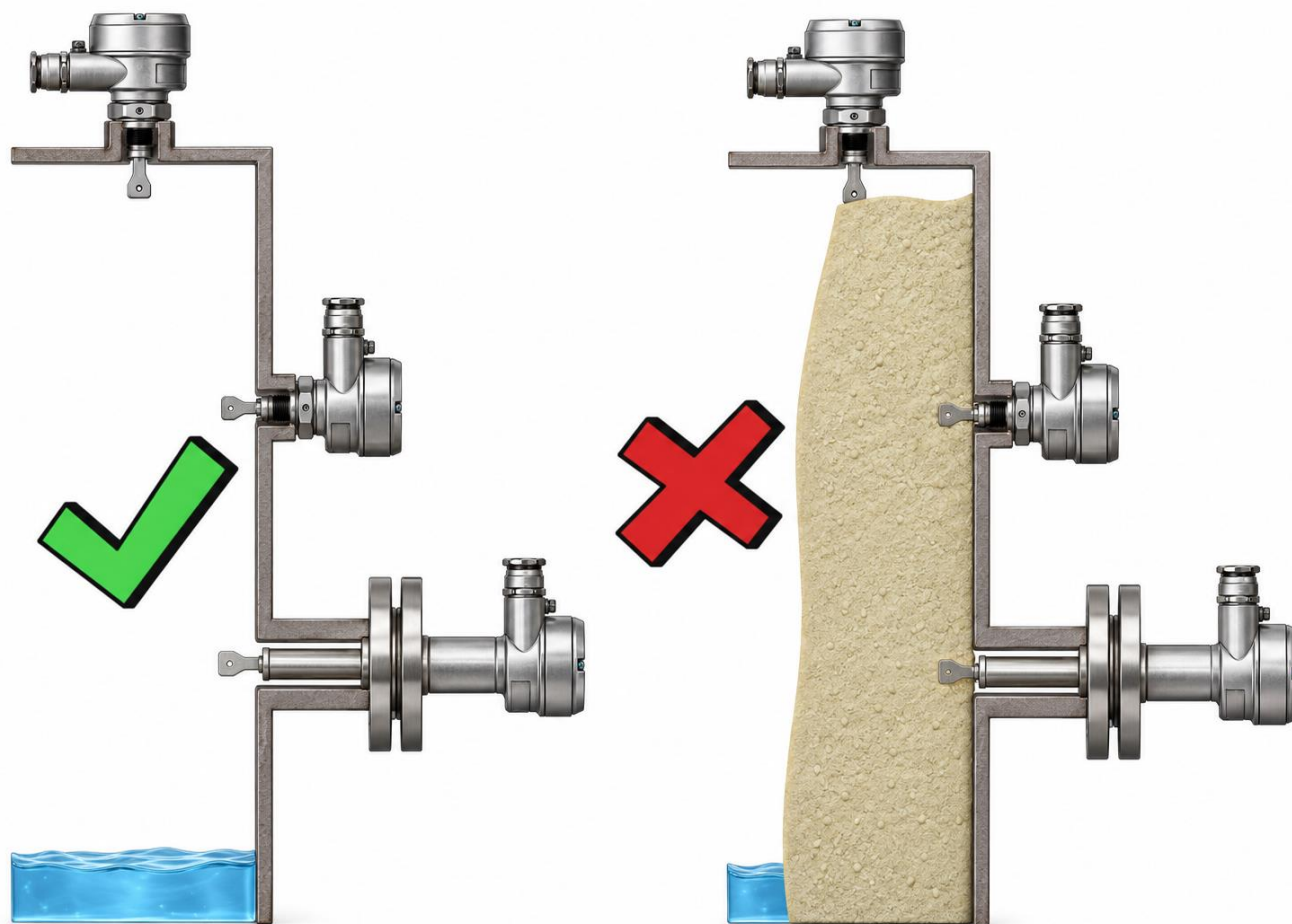

Рисунок 50 – Правильное и неправильное положение сигнализатора
При вертикальном монтаже сигнализаторов точка срабатывания находится примерно на расстоянии 7 мм (1) от края вилки чувствительного элемента. При уменьшении плотности измеряемой среды это расстояние увеличивается (2). При увеличении плотности измеряемой среды это расстояние уменьшается (3) (рисунок 50). Расстояние до точки срабатывания зависит от плотности измеряемой среды при вертикальном монтаже сигнализатора (таблица 11).